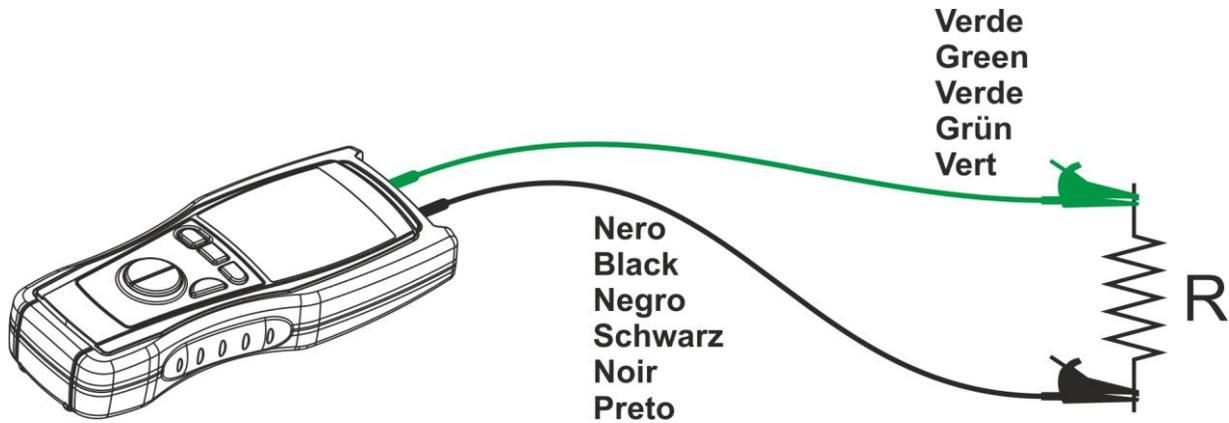

Fig. 5: Ligação das ponteiros de teste do instrumento
5. Colocar as ponteiros de teste no ponto pretendido do circuito em exame (ver Fig. 5)